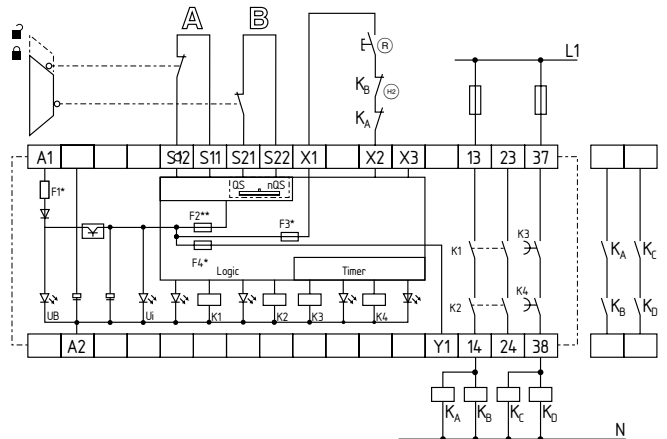

Fig. 8:
Control mediante dos canales, mostrado a través del ejemplo de la monitorización de un resguardo de seguridad con dos contactos A y B, por lo menos uno de ellos como contacto de apertura forzada con pulsador de rearme externo (R) (véase fig. 8).